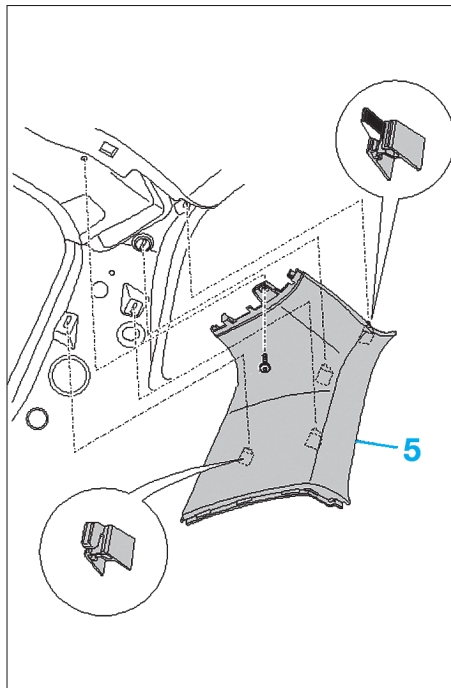

FIG. 74
- Déposer la garniture supérieure (5) d'aile arrière (Fig.74).